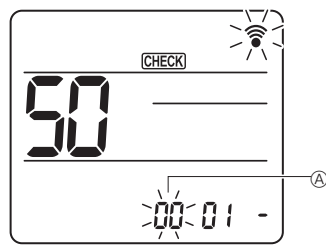

Fig. 6-15
- ② Սարքի համարի սահմանում
Սեղմեք [] կոճակը՝ սահմանելու համար բլոկի համարը ④: (Fig. 6-15)